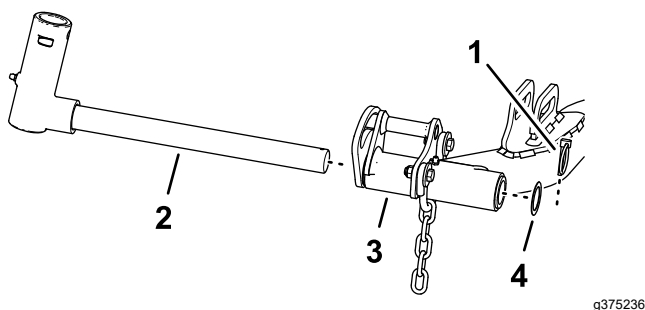

Figure 17
1. Retirez la goupille à anneau et la rondelle qui fixent la chape de pivot sur le bras de levage et sortez l'arbre du bras de levage (Figure 17).